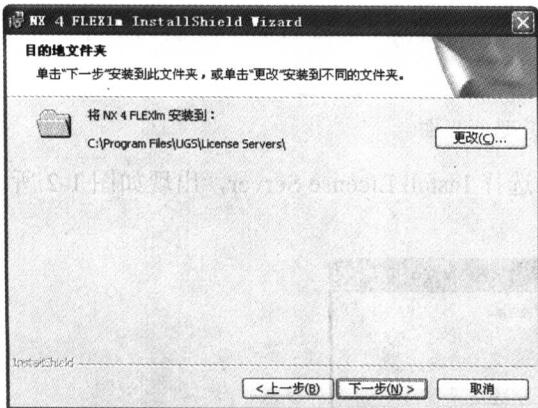

图 1-5 安装许可证文件路径界面
- (7) 单击  按钮出现安装许可证文件路径界面, 如图 1-5 所示。